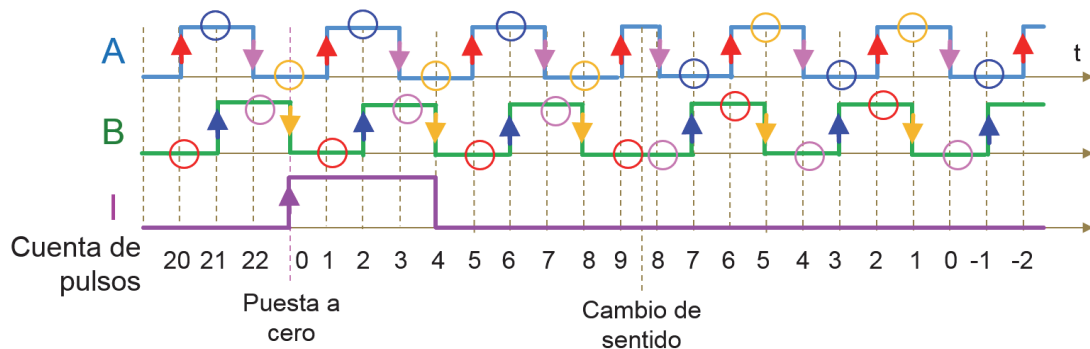

Figura 4. Modo 4x para la cuenta de pulsos.
- **Modo 4x.** Se cuentan todos los flancos de subida y bajada de las señales de los canales A y B, como se representa en la Figura 4. Para llevar a cabo esto, se puede programar dos rutinas de interrupción, una que se activa con los flancos de la señal del canal A y otra con los del canal B. El sentido de giro se determina comparando entre sí los niveles de la señales de los dos canales después de producirse un flanco. Con este modo se tiene que: